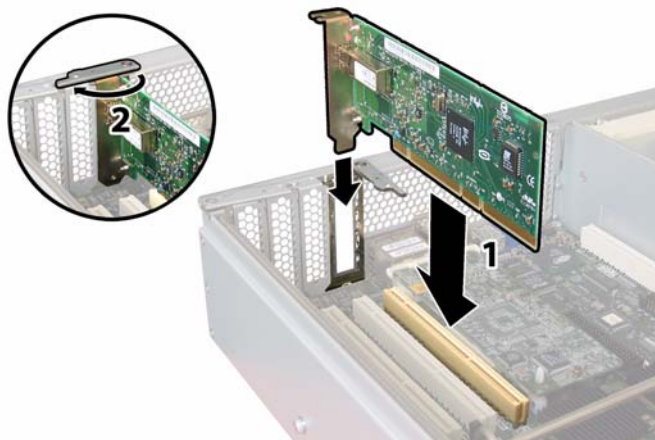

図 4-56 PCI カードの取り付け
- b. PCI カードを PCI カードスロットに挿入します。PCI カードの後面コネクタパネルがシャーシ後面パネルにあるタブに固定されるのを確認してください。図 4-56 を参照してください。
- c. PCI の後面コネクタパネルに重なるように PCI カードラッチを回転させて閉じ、完全に固定します。図 4-56 を参照してください。